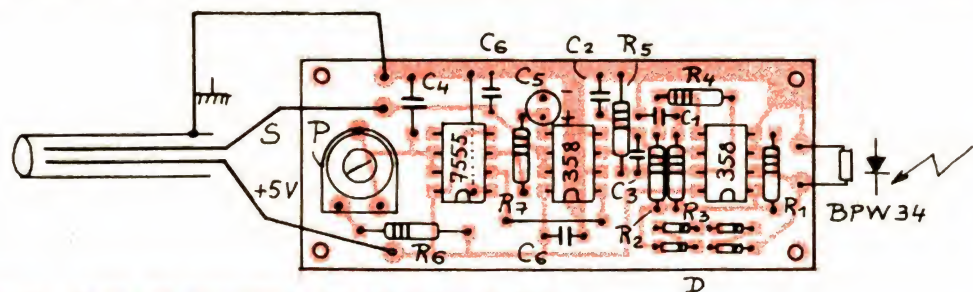

Fig. 7. - Pose des composants. Sonde tachymétrique.
c) Le boîtier (voir fig. 7)
Se reporter à la figure 7. Il suffit de suivre ses indications pour la mise en place des composants. Attention au sens des circuits intégrés et des diodes. Ne pas oublier les straps ! Le cordon de liaison est un simple trois fils torsadés. On pourrait utiliser un fil blindé à deux conducteurs, la gaine de masse faisant le retour.